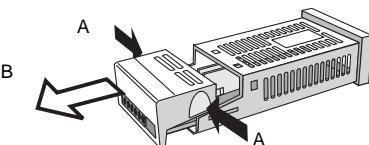

Abb.8a
- 2) Den Deckel der Klemmleiste an den Punkten A drücken (siehe Abb. 8a) und das Instrument bis zur ersten Sperre herausziehen (einige mm.) (siehe Abb. 8a [B]).